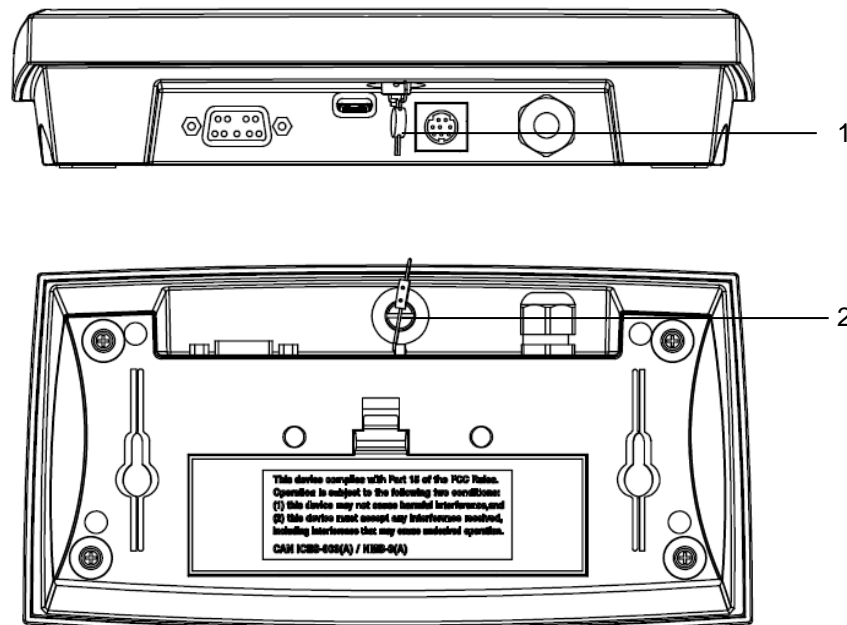

Figura 5-3 Sigillatura con filo della bilancia Defender 2500
- Sigillatura con filo: sostituire la vite svasata con una vite con foro a croce che si trova nella scatola di imballaggio.. Infilare quindi un filo sigillante attraverso la testa della vite e una linguetta fissa sull'alloggiamento inferiore, come mostrato nella Figura 5-3.